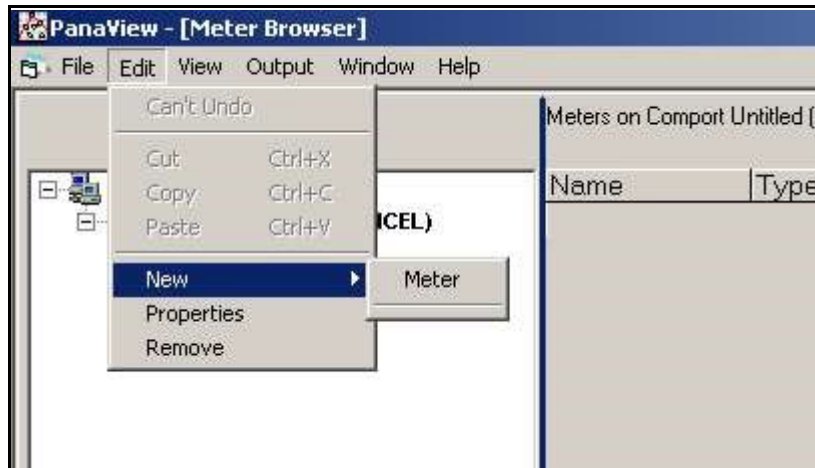

Figura 79: Opção "Novo" no Menu "Editar"
2. Clique na opção "Novo" no menu "Editar" (consulte *Figura 79* abaixo).